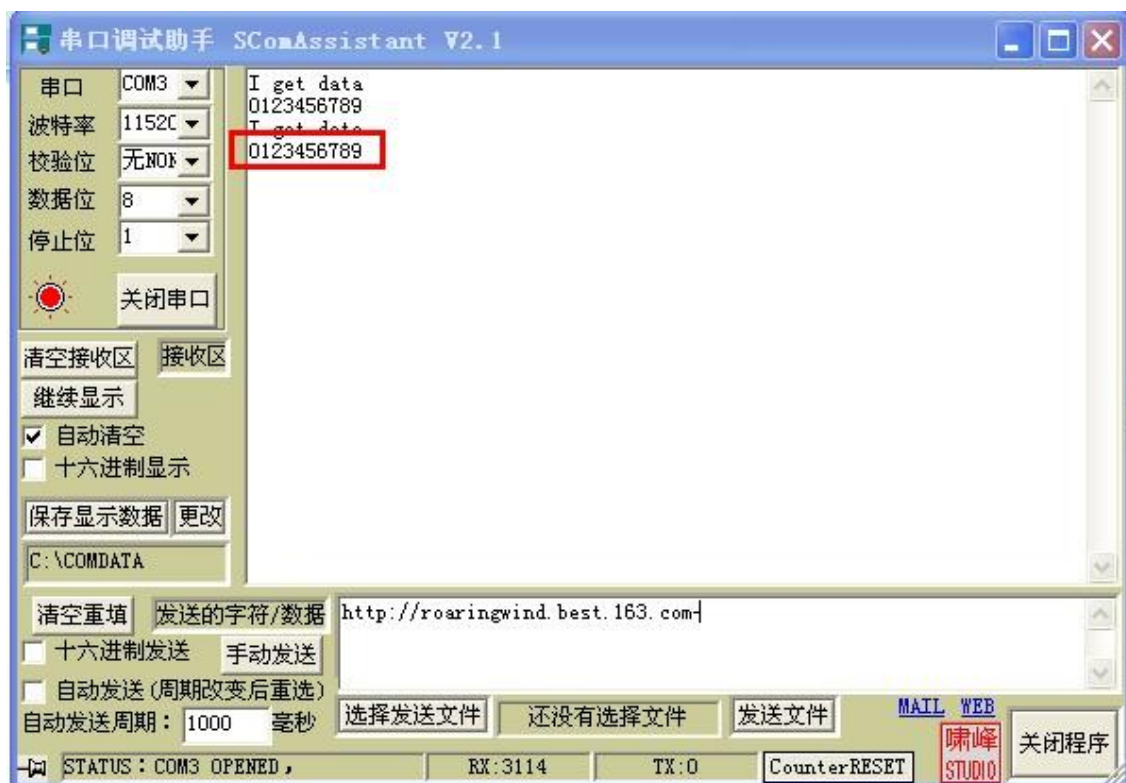

图 3.71 点播方式发送数据
**实验结果：**将修改后的程序分别以协调器、路由器、终端的方式下载到 3 个节点设备中，连接串口。可以看到只有**协调器**在一个周期内收到信息。也就是说路由器和终端均与地址为 0x00（协调器）的设备通信，不与其他设备通信。实现点对点传输。如图 3.71 所示：